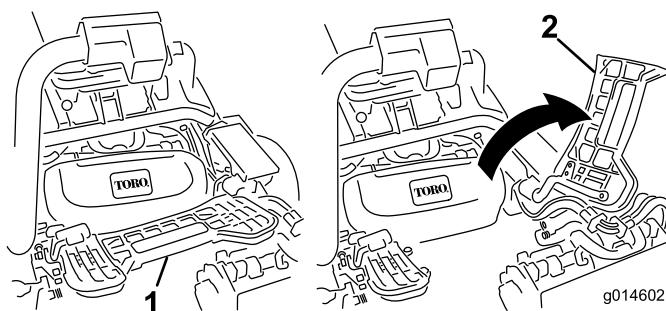

Figura 31
2. Sollevate il poggiapiedi e ruotatelo fino all'apertura, per consentire l'accesso alla posizione dell'apparato di taglio centrale.(Figura 31)